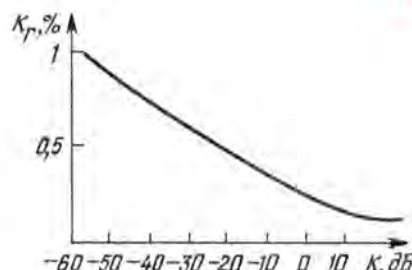

Рис. 17
- коэффициента гармоник регулятора от коэффициента его передачи (рис. 17).